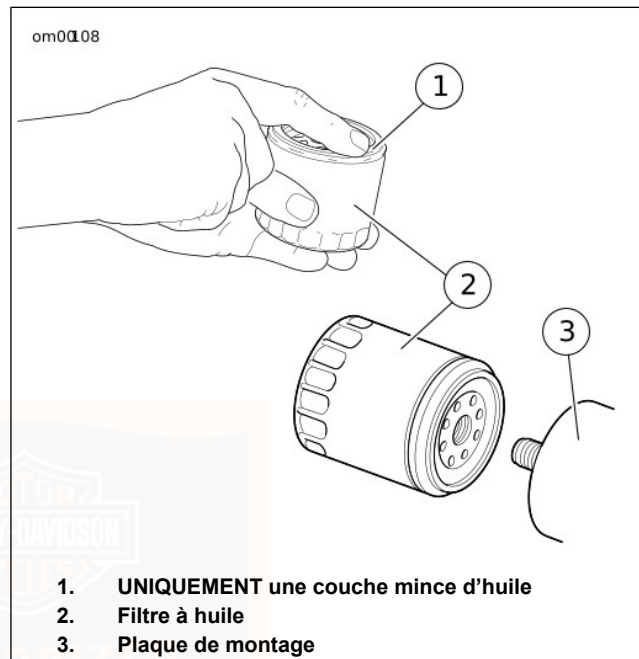

Figure 49. Application d'une couche mince d'huile
7. Voir Figure 49. Lubrifier le joint avec une huile moteur propre et installer un **nouveau** filtre à huile sur le support. Serrer le filtre à huile à la main d'un demi à trois-quarts de tour une fois que le joint touche la surface de montage du filtre. Ne pas utiliser de OIL FILTER WRENCH (CLÉ À FILTRE À HUILE) (N° DE PIÈCE : HD-42311) pour l'installation du filtre à huile.